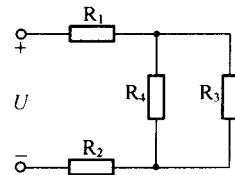

图 1-6 混联电路应用
如图 1-6 所示，电源电压为 220V，输电线上的等效电阻 $R_1=R_2=5\Omega$ ，外电路的负载 $R_3=R_4=420\Omega$ 。求(1) 电路的等效电阻；(2) 电路的总电流；(3) 负载两端的电压；(4) 负载 R_3 消耗的功率。